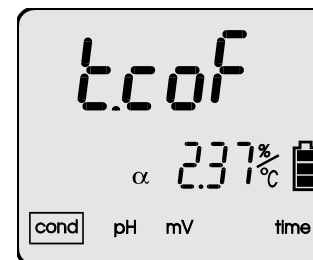

Imagen 20.
- Presione la tecla **MODE** dentro del modo de conductividad hasta que aparezca el coeficiente α en la pantalla el símbolo del coeficiente α *t.c.of* (imagen 20)